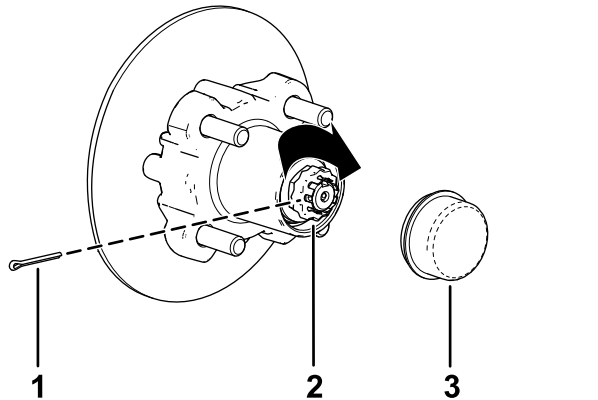

Bild 34
- Befestigen Sie den Halter über der Mutter und prüfen Sie die Ausfluchtung des Schlitzes im Halter und dem Loch in der Spindel für den Splint (Bild 34).
- Setzen Sie den Splint ein und biegen Sie jeden Abschnitt um den Halter (Bild 34).
- Setzen Sie den Staubdeckel auf die Radnabe (Bild 34).